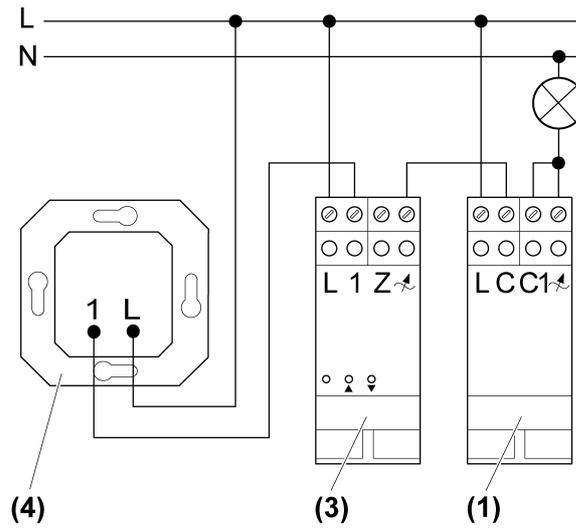
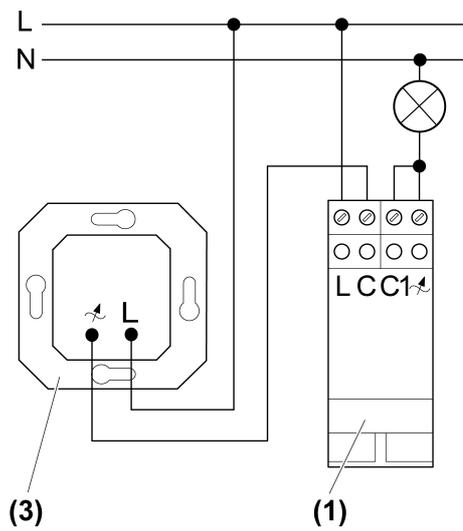
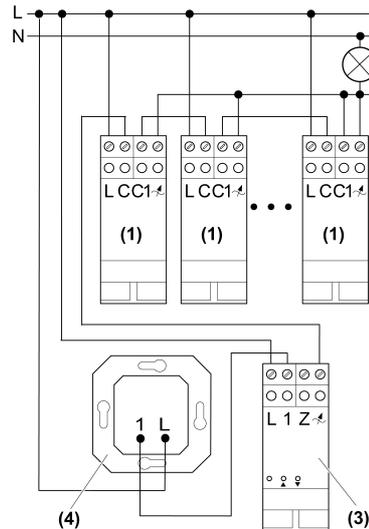

Figure 2: Schéma de raccordement du variateur REG
Figure 3: Schéma de raccordement du variateur encastré
Figure 4: Schéma en cas de raccordement de plusieurs modules additionnels de puissance
- (1) Module additionnel de puissance
(3) Variateur
(4) Poste auxiliaire local
- Raccorder le module additionnel de puissance selon le schéma de raccordement, schéma de raccordement du variateur REG (figure 2), schéma de raccordement avec variateur encastré (figure 3) ou schéma en cas de raccordement de plusieurs modules additionnels de puissance (figure 4).